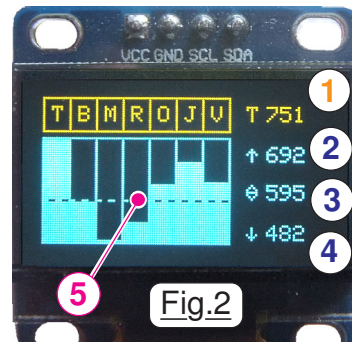
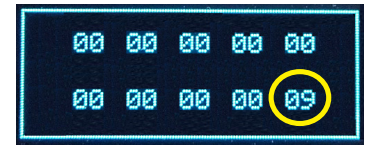

Fig.2
Fig.1
- 02) **OUI** pour afficher la page écran de la Fig.2 >
que les divers emplacements pour la mémorisation sont vierges. La Fig.1 montre l'écran lorsqu'à la mise en service de JEQUERT la toute première touche utilisée dans **EXPLOITER** est **S9** pour faire afficher l'historique. (*Encerclée en jaune.*) La Fig.2 est typique d'une séquence en cours d'utilisation de la sonde. La flèche verte précise le sens d'empilement des codes au cours du temps. On retrouve la commande **S9** pour faire afficher l'historique, mais surtout dans l'encerclé rouge le code particulier **99** qui est dédié au **BP_{CCR}**.